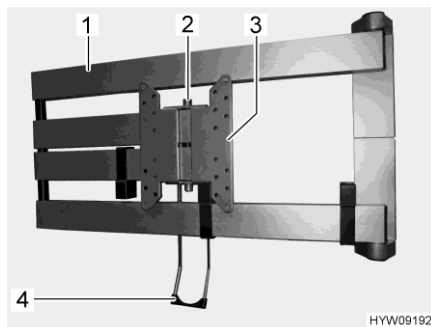

Fig. 46 Braccio snodato
- Tirare la staffa di sbloccaggio (Fig. 46,4). Il braccio snodato (Fig. 46,1) è sbloccato.